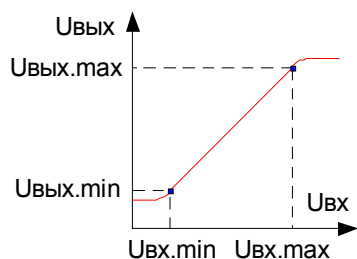

Рис. 216
1. Амплитудная характеристика – это зависимость амплитуды выходного сигнала от амплитуды входного сигнала (смотрите рисунок 216). $U_{\text{вых}} = f(U_{\text{вх}})$.